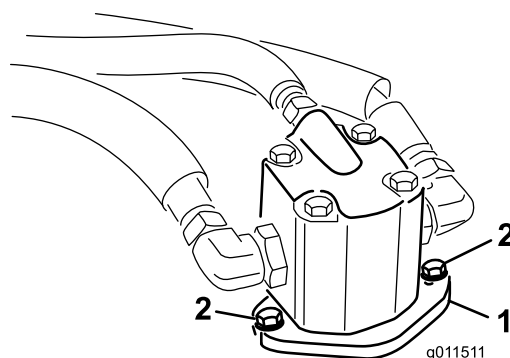

Figure 103
- Enlevez les boulons qui fixent le moteur hydraulique au plateau de coupe (Figure 103).